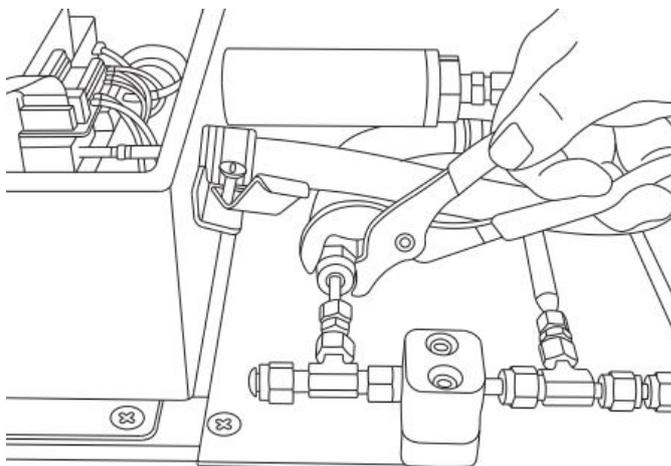

Figura 84. Liberare la ghiera del pressacavo
5. Con una chiave regolabile, allentare la ghiera del pressacavo sul pannello girando verso l'alto e verso l'analizzatore. Non togliere la ghiera del pressacavo. Vedere Figura 84.